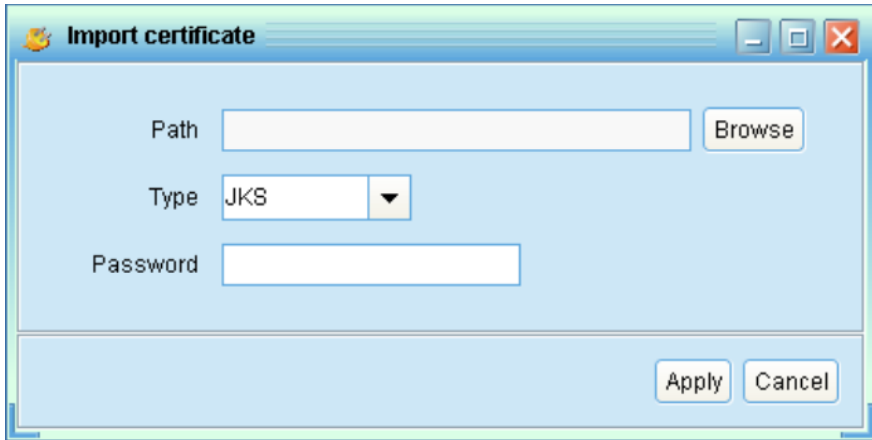

Рисунок 3-25
- Import Certificate/Импортировать сертификат: импортировать пароль, предоставленный третьей стороной. Поддерживаются сертификаты JKS и PKCS12. См. рисунок 3-25.